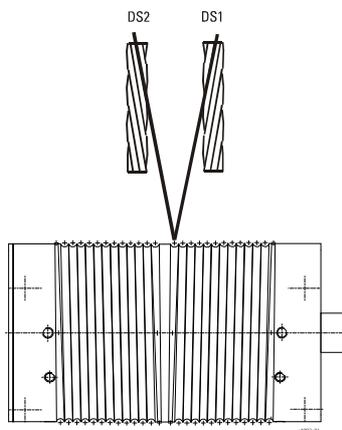

Fig. 81
- el sentido de arrollamiento de los alambres presente un dibujo en V (véase Fig. 81)